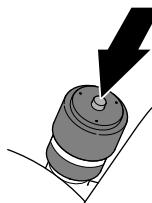

Figura 66
- Si se muestra una banda roja en el indicador de mantenimiento, pulse el botón de reinicio situado al final del indicador (Figura 66).